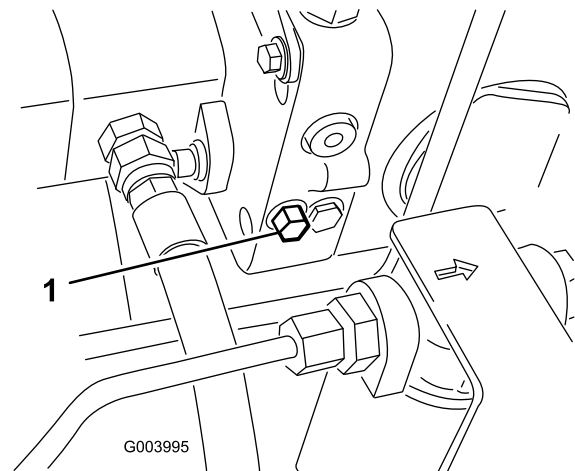

Figura 39
1. La válvula de desvío está situada en el lado izquierdo del hidrostato (Figura 39). Gire el perno una vuelta y media para abrirla y dejar pasar el aceite internamente. Puesto que el fluido se desvía, la máquina puede ser movida lentamente sin dañar la transmisión.